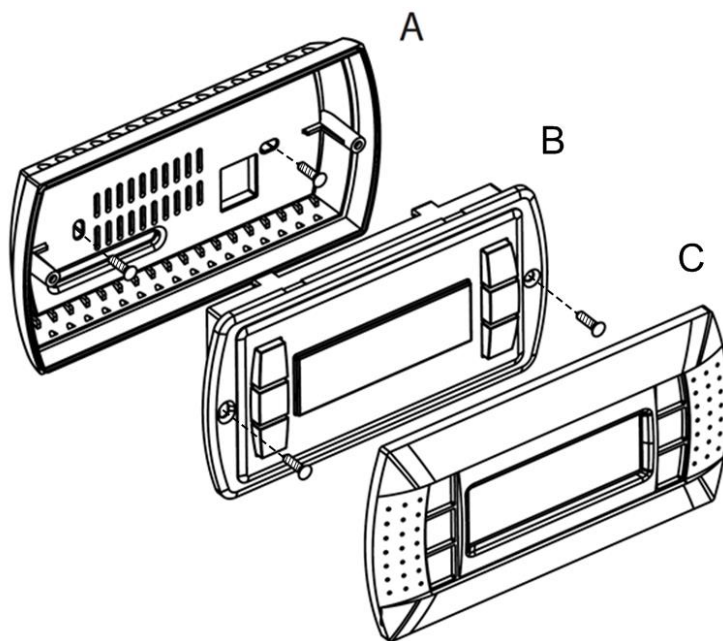

Figure 24 - Montage mural
- La commande numérique est composée de 3 parties principales (A, B, C de la Figure 24) :